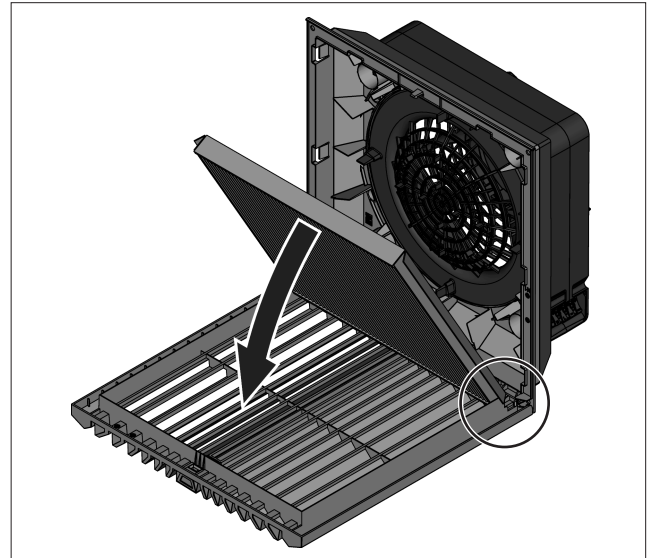

Fig. 11 : insérer le filtre plissé IP54
- Insérer le filtre plissé dans la grille à lamelles. L'inscription « Top » indique le sens d'insertion (voir fig. 11).